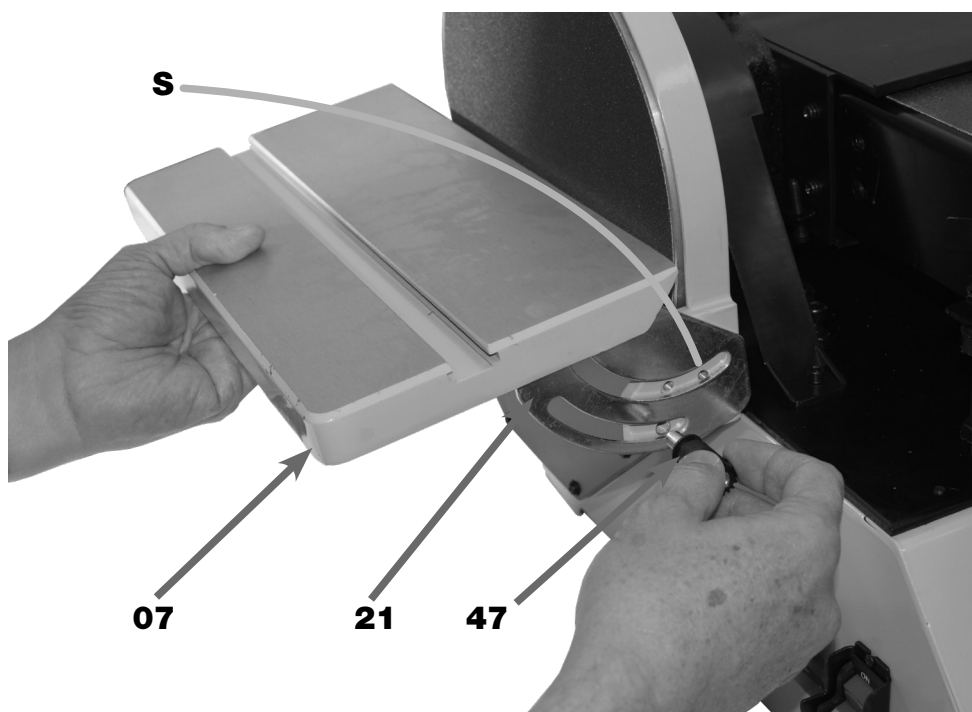

FIGURA 21 – Montagem da Mesa da Lixa de Disco
4. ROSQUEAR o Pino Rosqueado (47) do Conjunto da Alavanca Trava (20) no Furo Rosqueado **S** do lado direito, como indicado na figura 21, para ENCAIXAR a Mesa da Lixa de Disco (07);
6. ENCAIXAR a Alavanca (48) no Pino Rosqueado (47);